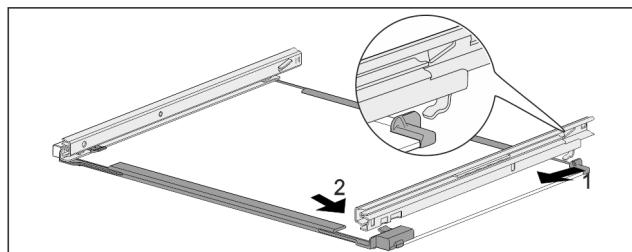

Fig. 175 Sklenená doska s koľajničkami
- Zaháknite koľajničku vzadu. Fig. 175 (1)
- Zaklapnite koľajničku vpred. Fig. 175 (2)